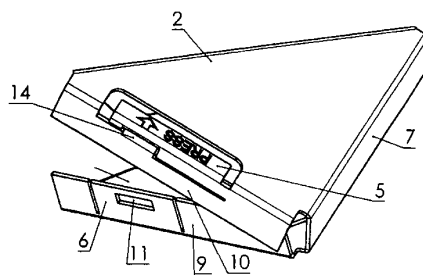

Рис.7
**Зашелка для листов бумаги** описана в международном патенте PCT 03/010009 (2003 г.). Она содержит (рис.7) две треугольных пластины 2 и 3, соединенных между собой задней стенкой 7, бортики 6, 9, 10. На верхней пластине имеется рукоятка 5 с выступом 14, который при закрывании защелки входит в вырез 11. Описанная защелка надевается на угол пачки бумаги и при нажатии на рукоятку 5 закрывается.